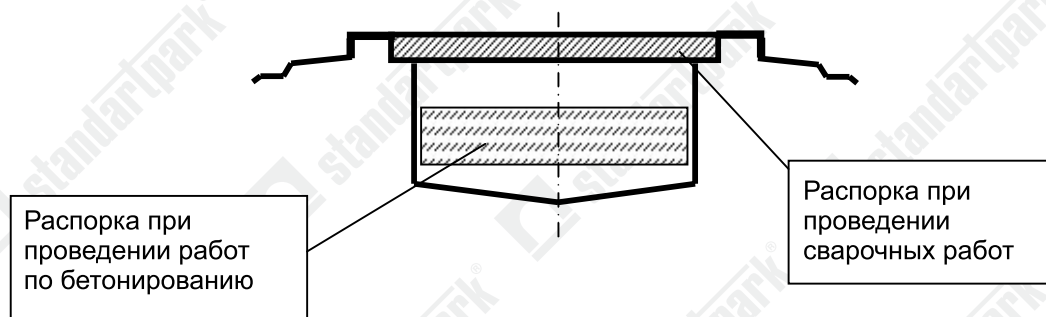

рис. 2
10. Проверить, повторно, совпадение оси лотка с проектной осью канала и соответствие верха лотка уровню чистого пола, ещё раз проверить геометрию лотков и установить распорки (см. рис. 2) для исключения деформирования лотка при бетонировании.